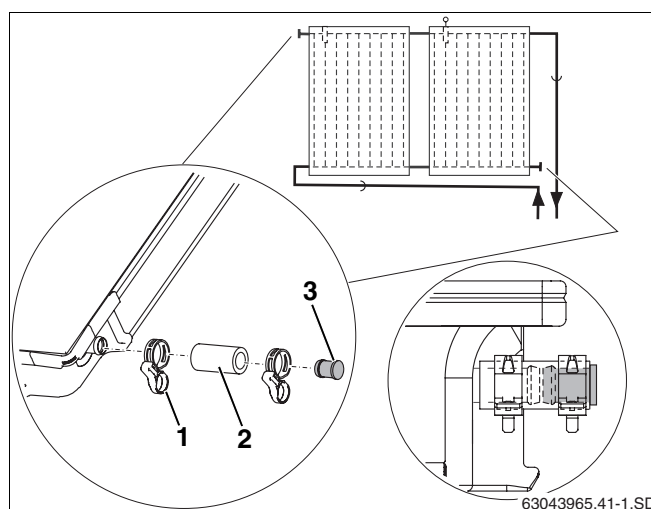

Fig. 21 Montar o tampão cego e a braçadeira de mola
- ▶ Colocar as mangueiras solares de 55 mm (fig. 21, **item 2**) com o bujão cego pré-montado sobre as duas ligações livres do campo do colector.